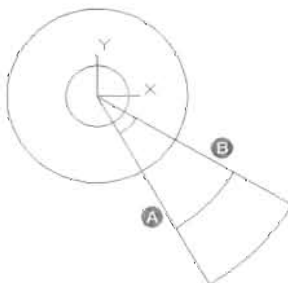

图 13-133
(2) 以直线 A 和直线 B 为切割线, 使用 Trim (修剪) 命令修剪半径为 50mm、35mm、10mm 的圆, 修剪效果如图 13-133 所示。